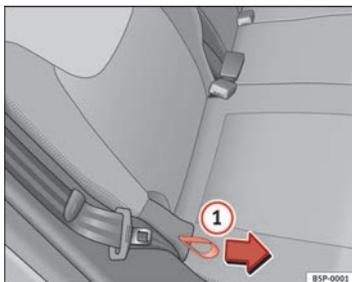

Fig. 98 Regular a inclinação do encosto, banco traseiro
- Segurar o encosto do banco, em cima. Puxar a pega lateral do banco ⇒ Fig. 98 ① no sentido da seta e mantê-la nessa posição. Empurrar ao mesmo tempo o encosto para trás, para a posição pretendida e soltar a pega.